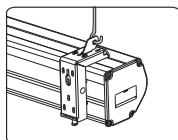

rys. 16
3. Po zainstalowaniu uchwyty do wieszaków w uchwyty montażowe upewnij się, że prowadnice kasety są prawidłowo założone na zaczepy uchwyty montażowych, po czym dokręć śruby dociskowe (rys. 16 i 17).